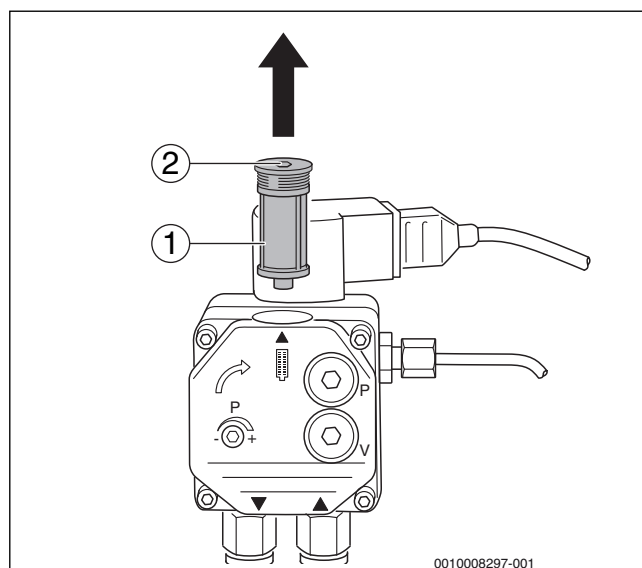

Fig. 29 Vérifier l'état du filtre de la pompe à fioul – Pompe à fioul Danfoss
- ▶ Desserrer la vis hexagonale sur la partie supérieure (→ fig. 29, [2]).
- ▶ Retirer le filtre de la pompe à fioul (→ fig. 29, [2]) par le haut.
- ▶ Nettoyer le filtre de la pompe à fioul (→ fig. 29, [1]) avec de l'essence et le remplacer si nécessaire, puis le remettre en place sur la pompe à fioul.